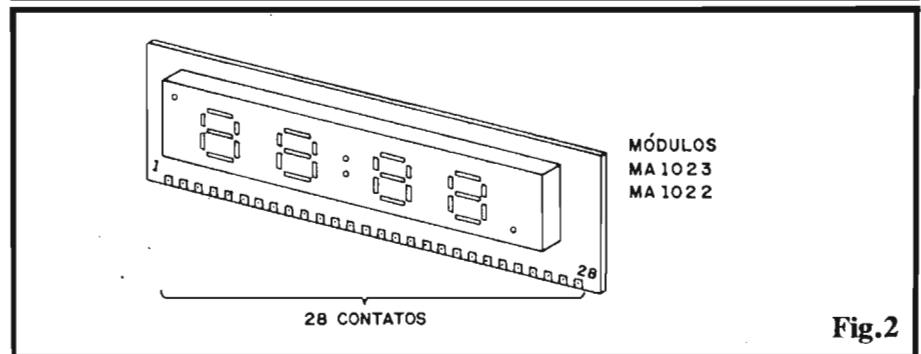

Fig.2
contagem do Tempo... Como os próprios **displays** numéricos também estão incorporados ao dito módulo, um conjunto de Integrados "embutidos" se encarregam de realizar digitalmente a contagem e a decodificação dos pulsos, de modo a "mostrá-los" em "formato horário" através dos dígitos iluminados (ou não...). Observar que, para as funções básicas desejadas (mais detalhes a partir da fig. 2), embora o módulo contenha uma linha de terminais com 28 pontos, apenas 13 deles são realmente utilizados... Um transformador comum, com secundário para 0-9V (as tolerâncias internas do módulo permitem que o valor nominal de 8V seja excedido nesse nível, sem nenhum problema de sobrecarga...), ou mesmo para 9-0-9 (usando-se só a "metade" do secundário...) "rebaixa" a C.A. da rede e aplica-a ao módulo (internamente são realizadas as funções de retificação e filtragem...). Um mero **zener** de 3V6 x 1W se encarrega de gerar (a partir dos mesmos 9V oriundos do trafo...) a baixa Tensão requerida pelos **displays** dos módulos (esse é o "truque" básico que nos permite "fugir" do transformador especial...). Um chaveamento aplicado aos terminais 12-13-16-18 do módulo, determina as possibilidades de "acerto" do horário mostrado no **display**, conforme detalharemos mais
- FIG. 2 - O MÓDULO HÍBRIDO - O adjetivo "híbrido" que qualifica o módulo, refere-se ao fato do dito cujo incorporar componentes Integrados (o **chip** especializado, "escondidinho" sob o próprio **display** numérico...) e "discretos" (transistores, diodos, resistores, capacitores, etc., dispostos circuitualmente sobre a placa "mãe" do MA1022 ou MA1023...). A figura mostra o "jeitão" do módulo (os componentes discretos ficam na face oposta à do **display**...). A figura evidenciando-se o **display** de 4 dígitos